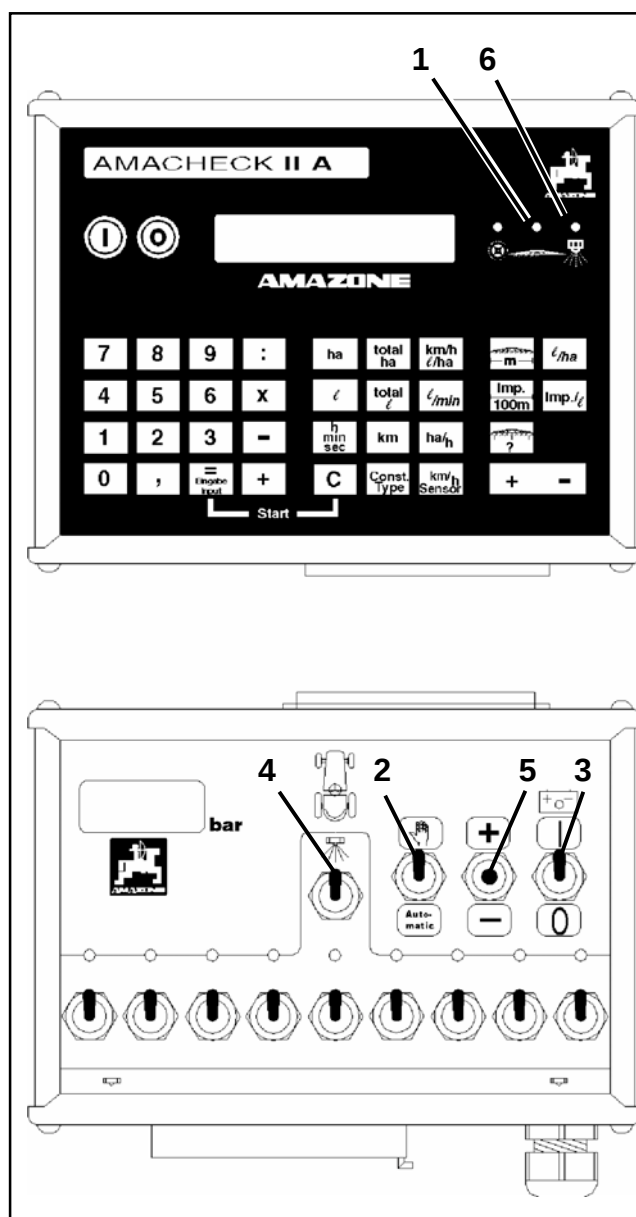

Fig. 7.11
- For at opnå den ønskede sprøjtemængde skal sprøjtetrykket indstilles med $\pm$ tasten (fig. 7.11/ 5).